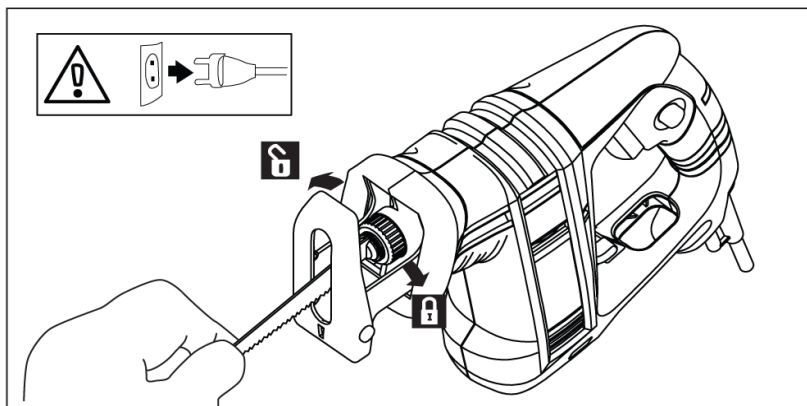

Рис. 3
2. Для демонтажа полотна отведите губку механизма в положение «Открыто», извлеките полотно (рис. 3)